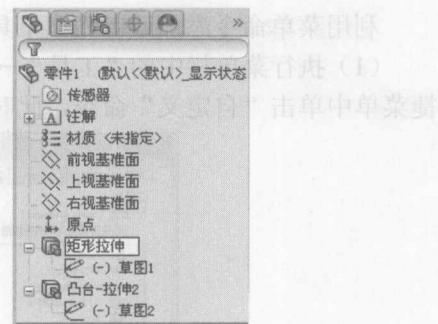

图 1-13 在“FeatureManager 设计树”中更改项目名称
- 如要更改项目的名称，在名称上缓慢双击选择该名称，然后输入新的名称即可，如图 1-13 所示。